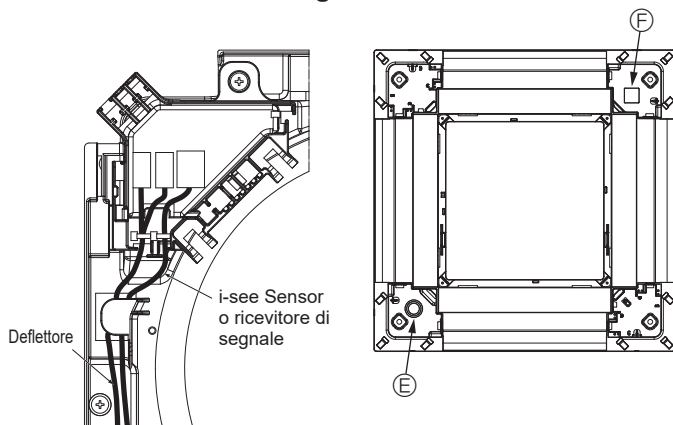

Fig. 10-13
- Instradare i cavi di i-see Sensor e del ricevitore dei segnali come indicato in Fig. 10-13.